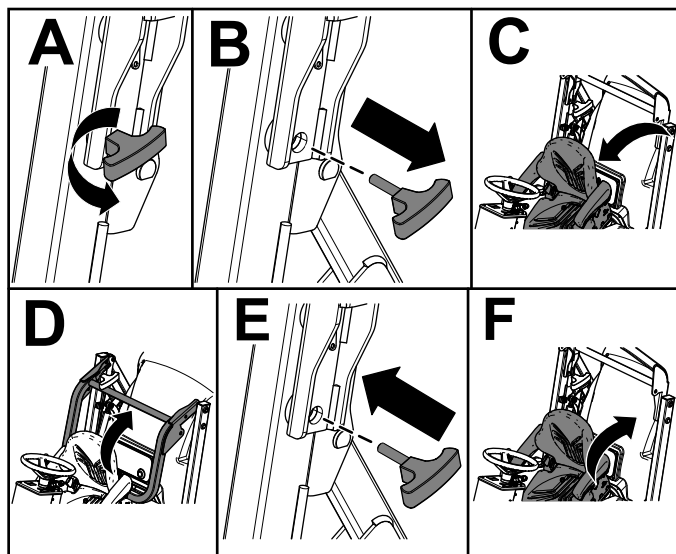

Figura 16
4. Înclinai scaunul în față (Figura 16).
5. Îndepărtați tifturile de la bara antiruluiu (Figura 16).
6. Ridicai bara antiruluiu i fixai-o cu tifturile (Figura 16).
7. Înclinai scaunul din spate în poziția blocată (Figura 16).